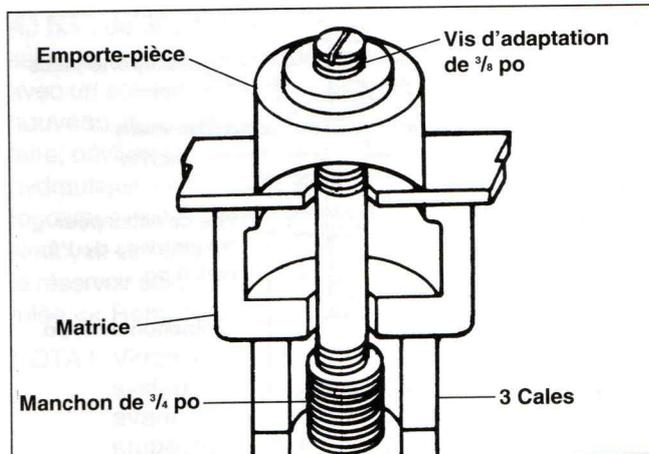

Figure 3 – Décochage de trous de 1/2 po
5. Positionnez la matrice de 1/2 po sur le manchon de 3/8 po avant de faire passer l'extrémité du manchon à travers l'avant trou déjà percé, puis filetez l'emporte-pièce sur le manchon de manière à ce que sa pointe vienne à peine toucher la surface du matériau (Figure 3). Actionnez la pompe comme indiqué ci-dessous.